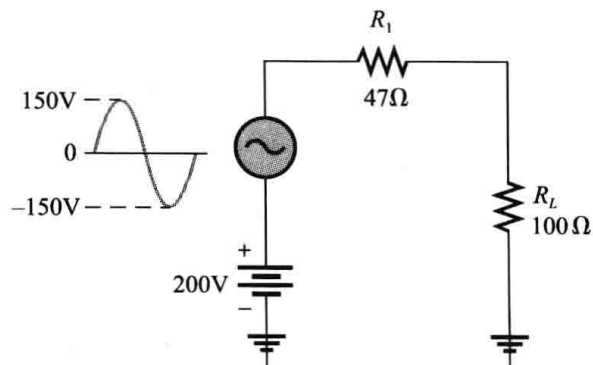

图 8-83
49. 图 8-83 显示一个正弦电压源与直流电源串联，两个电压有效叠加，试画出 R_L 两端的总电压，求流过 R_L 的最大电流和 R_L 两端的平均电压。